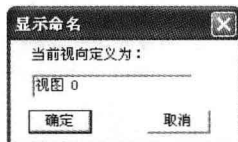

图1-20 “显示命名”对话框
(1) 系统视图⑥: 双击系统视图中的某视图, 图形按选择的视图来显示。系统中给定了11个固定的视图, 包括主视、俯视、左视-机床YZ、右视、仰视、后视-机床ZX、正等侧、正二侧、正三侧、机床XY和机床轴侧。
(2) 添加视图类型。
(3) 视图方向: 在当前坐标系 (可以是自定义坐标系) 中, 从输入的坐标点向原点看。
(4) 文档视图: 用户添加的文档视图。
(5) 添加: 将指定视图添加进系统视图或文档视图中。选择视图类型, 给定视图方向, 单击“添加”按钮, 弹出“显示命名”对话框, 如图1-20所示。给定名称, 单击“确定”按钮, 可见该视图已加入到系统视图或文档视图中。如果将视图加入到文档视图中, 需要保存该文件, 才能将这一视图永久地加入到该文件中。如果将视图加入到系统视图中, 系统将自动保存这一视图。